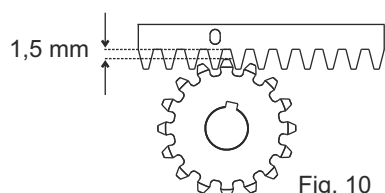

Fig. 10
5.6. Toute la crémaillère doit être élevée de 1,5 mm pour éviter que le poids du portail repose sur le pignon (Fig. 10);